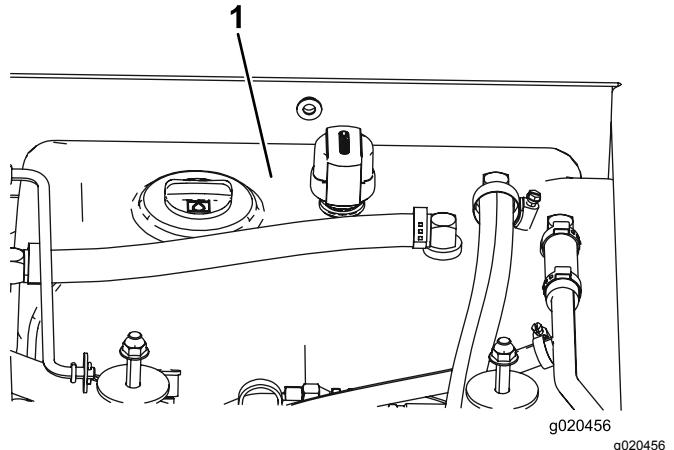

Figura 105
- Encha o reservatório (Figura 105) com fluido hidráulico; consulte Verificação do fluido hidráulico (página 75).